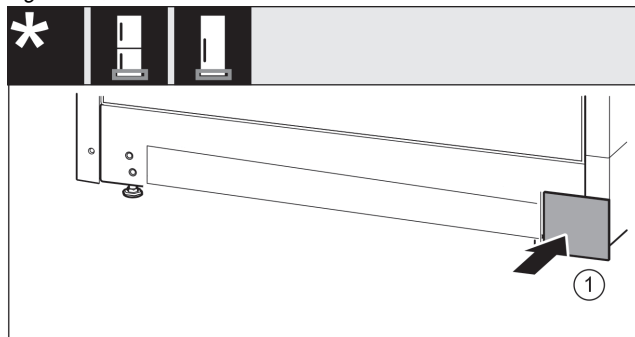

Fig. 21
- ▶ Снова установите крышку с другой стороны. Fig. 21 (1)